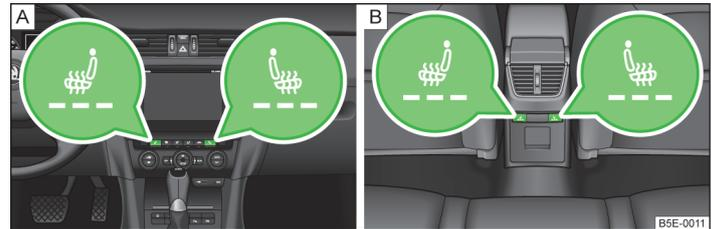

Abb. 51 Heizung: Vordersitze / Rücksitze
- » Die Symboltaste bzw. » Abb. 51 drücken.
Durch einmaliges Drücken wird die Heizung auf die höchste Intensität - Stufe 3 geschaltet, die durch das Aufleuchten der drei Kontrollleuchten unterhalb der Taste » Abb. 51 - **A** bzw. in der Taste » Abb. 51 - **B** angezeigt wird.